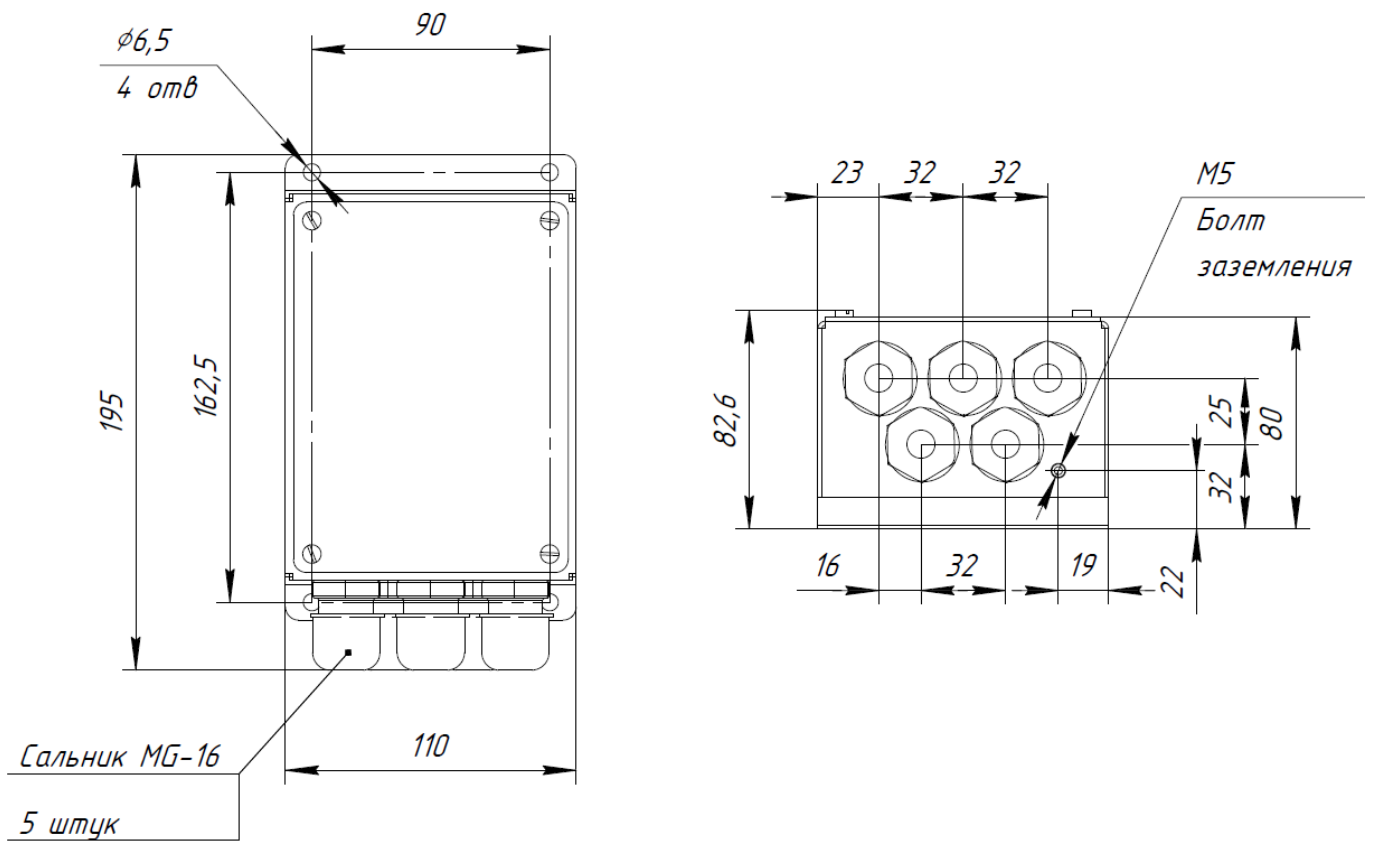

Рисунок 1 Габаритный чертёж устройства.
1. Установите устройство на вертикальную переборку или монтажную панель с помощью специальных отверстий по углам корпуса согласно установочному чертежу (смотрите Рисунок 1).
2. Подведите и проденьте кабеля внешних подключаемых устройств через кабельные сальники (смотрите Рисунок 1).
4. Болт защитного заземления соедините с общей шиной заземления судна (смотрите Рисунок 1).